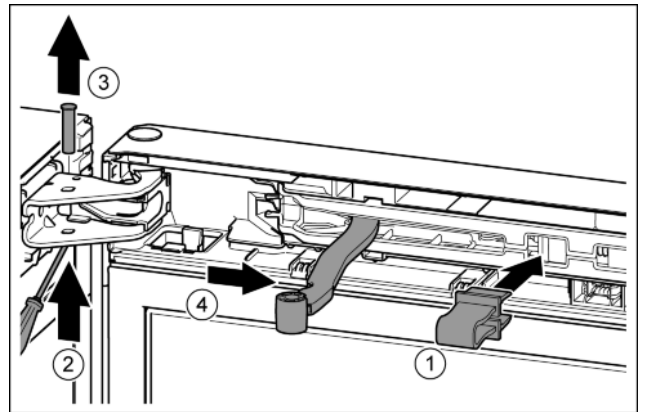

Fig. 10
- ▶ Introduire l'arrêt dans l'ouverture. Fig. 10 (1)
- ▶ Desserrer le boulon avec un tournevis. Fig. 10 (2)
- ▶ Sortir le boulon par le haut. Fig. 10 (3)
- ▶ Tourner l'articulation en direction de la porte. Fig. 10 (4)